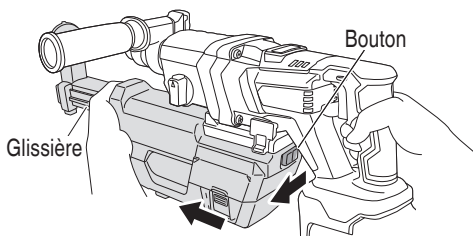

Fig. 7
- (1) Tenez la glissière du système d'aspiration de poussière d'une main et retirez le système d'aspiration de poussière de l'autre main en utilisant l'index pour faire glisser le bouton à l'arrière de l'unité. (Fig. 7)